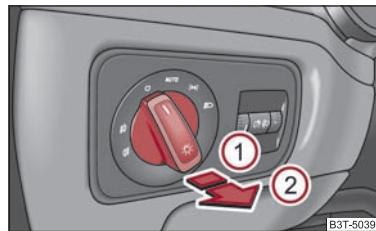

Fig. 48 Cuadro de interruptores: Conmutador luz
- Girar primero el conmutador de luces a la posición  o  ⇒ fig. 48.
- Girar primero el conmutador de luces a la posición  o  ⇒ página 66, fig. 48.